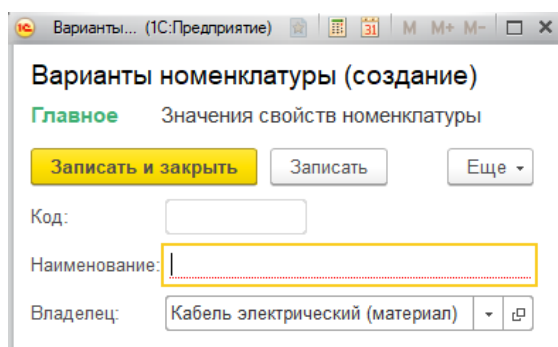

Рис. 9.4 Форма элемента справочника «Варианты номенклатуры»
2. Нажмите кнопку Создать, чтобы создать новый набор свойств для элемента номенклатуры. Откроется форма элемента справочника ВариантыНоменклатуры (рис. 9.4).